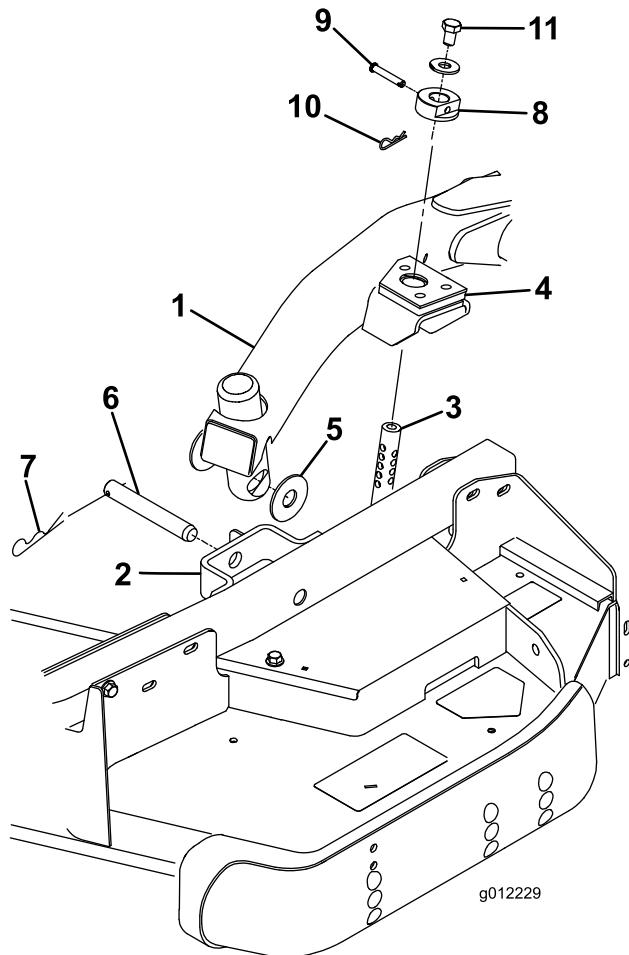

Figura 4
- Mueva la palanca de elevación a la posición Flotar. Empuje hacia abajo uno de los brazos de elevación hasta que los taladros del brazo de elevación estén alineados con los taladros del soporte del brazo de la rueda giratoria y pueda introducirse la varilla de ajuste de la altura de corte en los alojamientos del brazo de elevación (Figura 4).
- Fije el brazo de elevación al brazo de la rueda giratoria con 2 arandelas de empuje, un pasador y un pasador de horquilla. Coloque las arandelas de empuje entre el brazo de elevación y el soporte del brazo de la rueda giratoria (Figura 4). Introduzca el extremo del pasador de horquilla en la ranura de la pestaña del brazo de la rueda giratoria para retener el pasador.
- Instale los collares de ajuste de la altura de corte sobre las varillas de ajuste de la altura de corte y fíjelos con los pasadores y los pasadores de horquilla (Figura 4). Oriente la cabeza del pasador hacia la parte delantera de la plataforma, si es posible.
- Instale un perno de (1/2 x 3/4 pulgada) y una arandela en la parte superior de cada varilla de ajuste de la altura de corte (Figura 4).